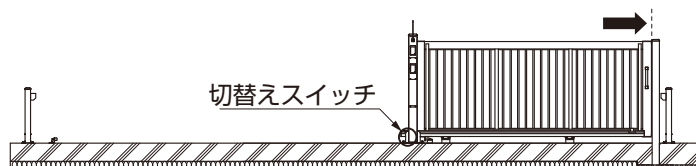
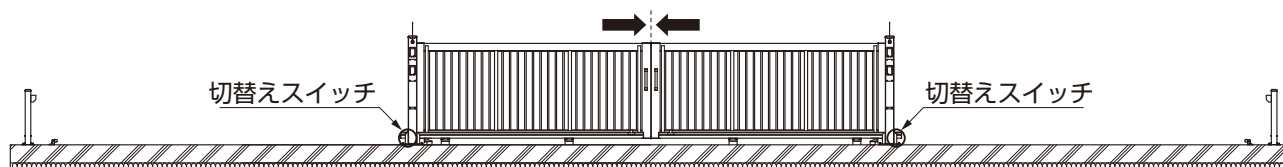

図19-1 片開き
図19-2 両開き
- ①引戸を閉めた状態にし、手動電源切替スイッチを手動に切替えてください。(図19-1、図19-2参照)